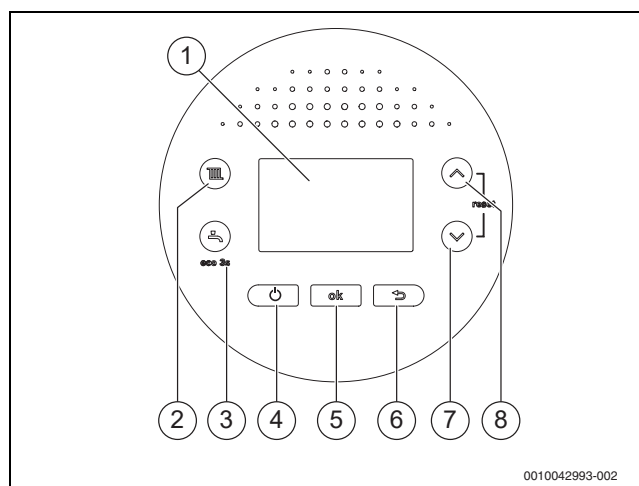

Fig. 1 Panoramica del pannello di comando
- ▶ Spegnerne l'apparecchio con il tasto  (→ fig. 1).